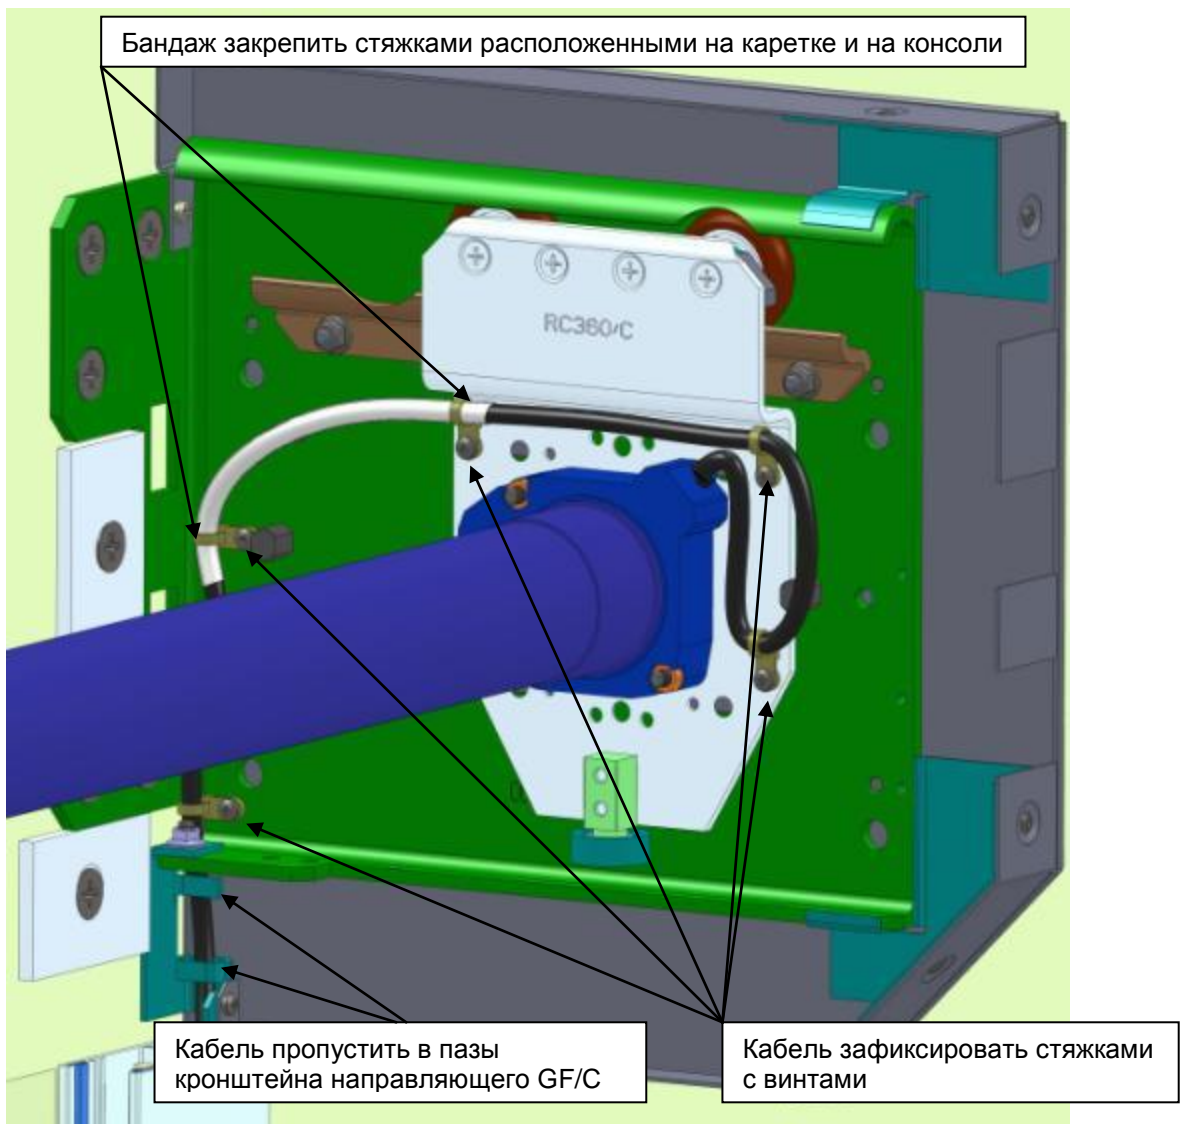

Рисунок 4.1. Монтаж комплекта крепежного для кабеля SFC/C
- С выводом кабеля по внутренней части консоли ССМ см.рис.4.1;